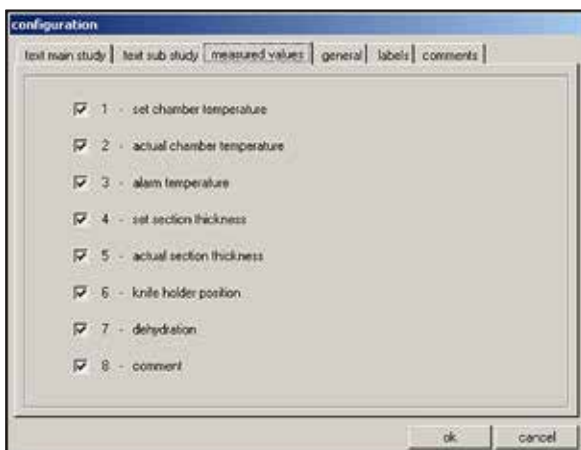

图 37
- 3 **Measured values** 请参见 (→ 图 37) 中的解释 (测量值)